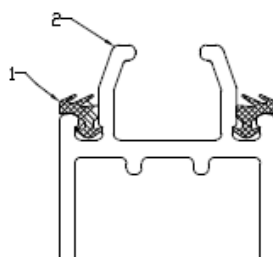

Figura 16
- Paso 2: Retirar las juntas dañadas y sustituirlas por las juntas nuevas (ver Figura 16, pieza#1). Añadir Loctite de uso general para asegurar la junta en su posición